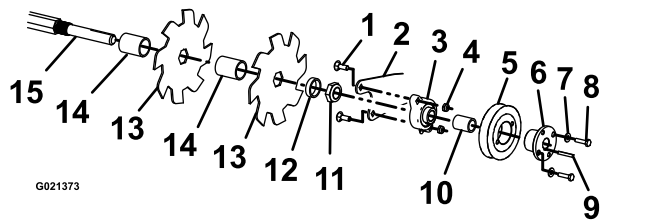

Figura 27
9. Rimuovete i 4 bulloni a testa tonda e i dadi di bloccaggio che fissano il gruppo delle lame di taglio (Figura 27) e rimuoveteli dalla staffa di montaggio della forcella.
10. Rimuovete i 2 bulloni e rondelle che fissano la puleggia al cuscinetto. Allentate le viti di fermo sul cuscinetto e fate scorrere via la chiave dall'albero (Figura 27). Rimuovete il cuscinetto e la puleggia rimuovendo i dispositivi di fissaggio dei cuscinetti dalla staffa di montaggio della forcella.